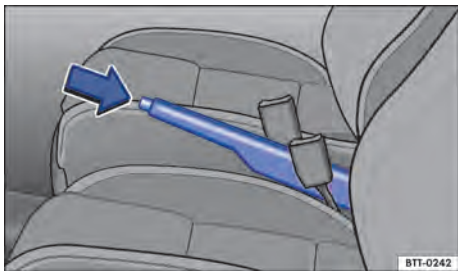

Fig. 122 Entre los asientos delanteros: freno de mano.
- Tire ligeramente de la palanca del freno de mano hacia arriba y presione el botón de bloqueo en el sentido de la flecha → fig. 122.